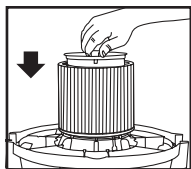

FIGURA 16
21. Coloque el retenedor del filtro dentro de la parte superior del filtro de cartucho. **FIGURA 16.**